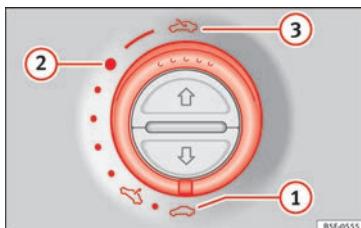

Bild 13 På det inre takfodret: använd vridreglaget för att öppna och stänga
- Öppna: Vrid reglaget till läget » **bild 13 ③**.
- Komfortläge: Vrid reglaget till läget » **bild 13 ②**.
- Stänga: Vrid reglaget till läget » **bild 13 ①**.